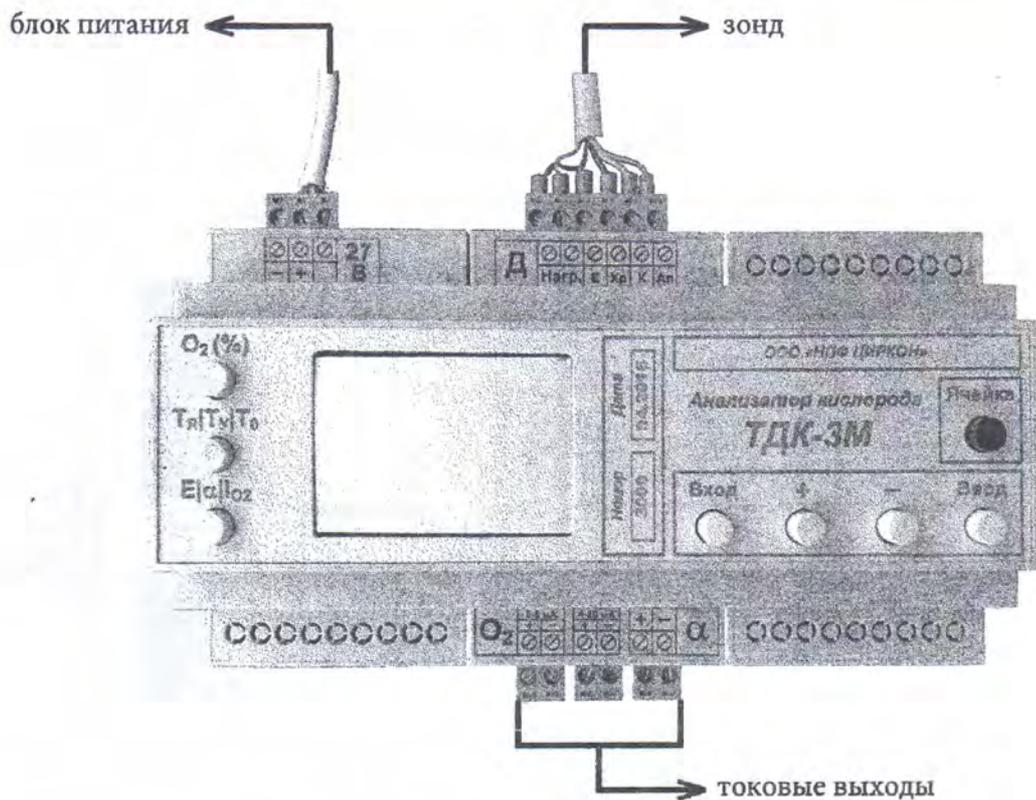

Рисунок 2. Вторичный преобразователь.
7.3.3. Нажмите кнопку « Тя|Ту|То » индикации рабочей температуры ячейки (рис.2) и убедитесь, что температура начала повышаться.